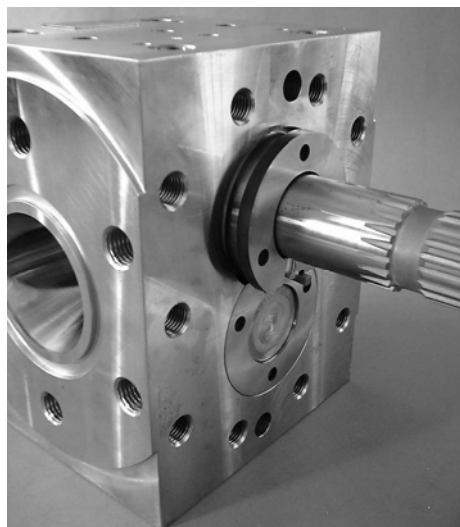

Рисунок 8.28 Монтаж подшипника скольжения стороны привода сверху
- Введите в корпус верхний подшипник скольжения стороны привода (рисунок 8.28).